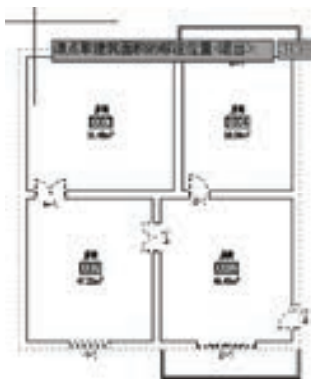

图 7-4 点取标注位置
4) 按〈Enter〉键,点取建筑面积的标注位置,如图 7-4 所示。